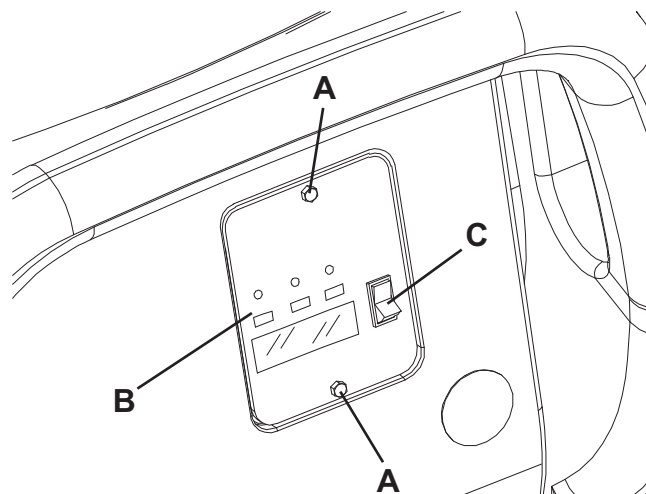

Figure 1
- Déposer les vis (A, Fig. 1) de l'hublot de lecture des données du chargeur de batterie.
- Déposer l'hublot (B).
- Positionner le sélecteur (C) sur WET pour batteries au plomb ou sur GEL pour batteries au gel.
- Installer l'hublot (B) et serrer les vis (A).